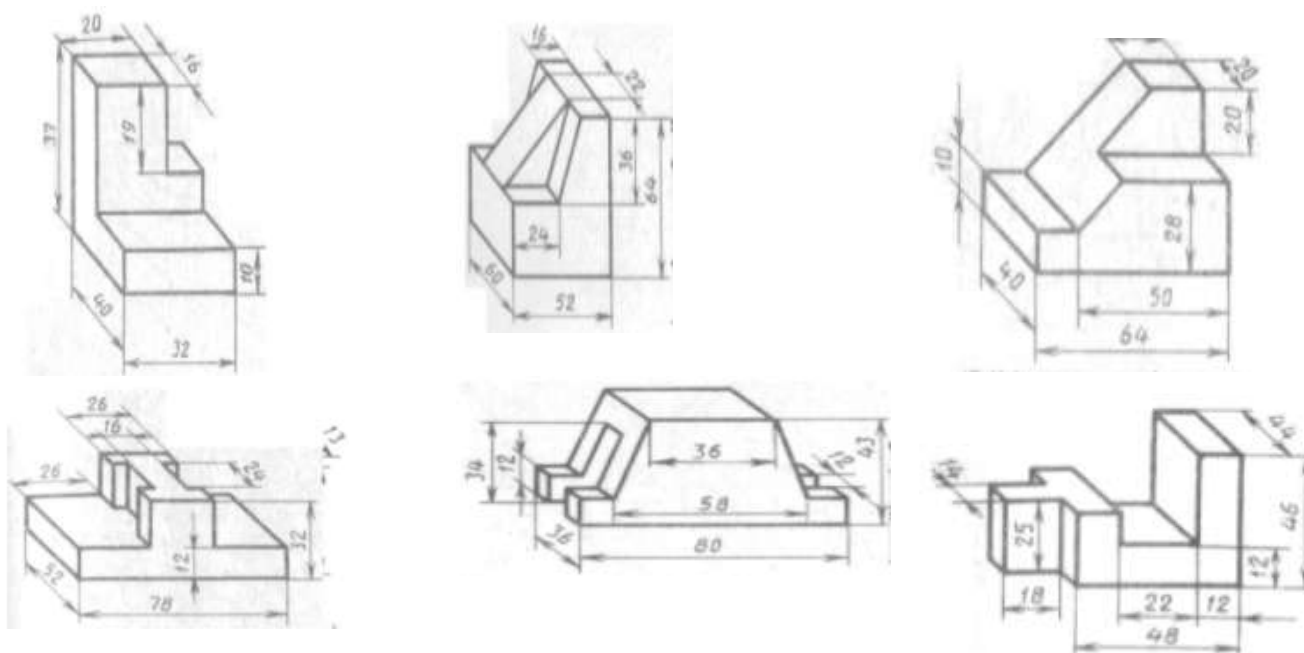

Рисунок 46 –Карточки задания на технический рисунок
5. Раздаточный материал (карточки-задания, рис.46).